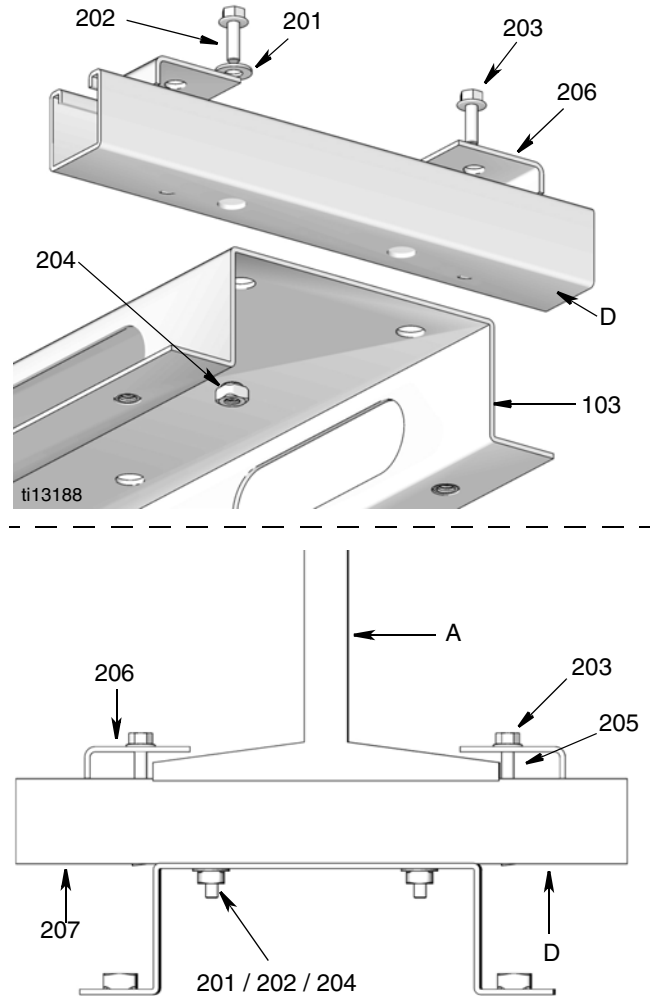

ABB. 10
1. Montageklammern (D) an der Schiene sichern.
2. Verstellbare Klammern (206) der Montagehalterungen am Doppel-T-Träger (A) positionieren und diese gut festziehen (ABB. 10).